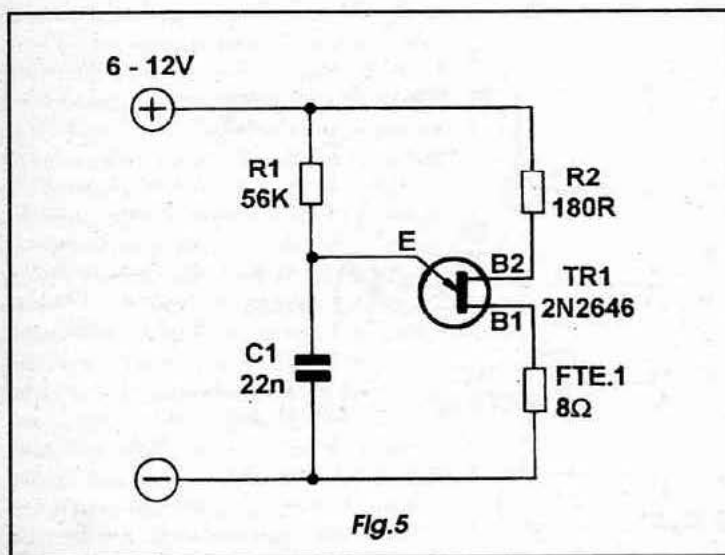

Fig.5
- FIG. 5 - Um dos mais simples e pequenos geradores diretos de som que se pode implementar com os modernos componentes discretos, é aquele centrado num transistor unijunção (TUI), cujo esquema básico é mostrado no diagrama...! A frequência básica de oscilação é determinada pelos valores de R1 e C1. O som gerado é relativamente fraco, já que a presença de R2 na função de limitador de corrente